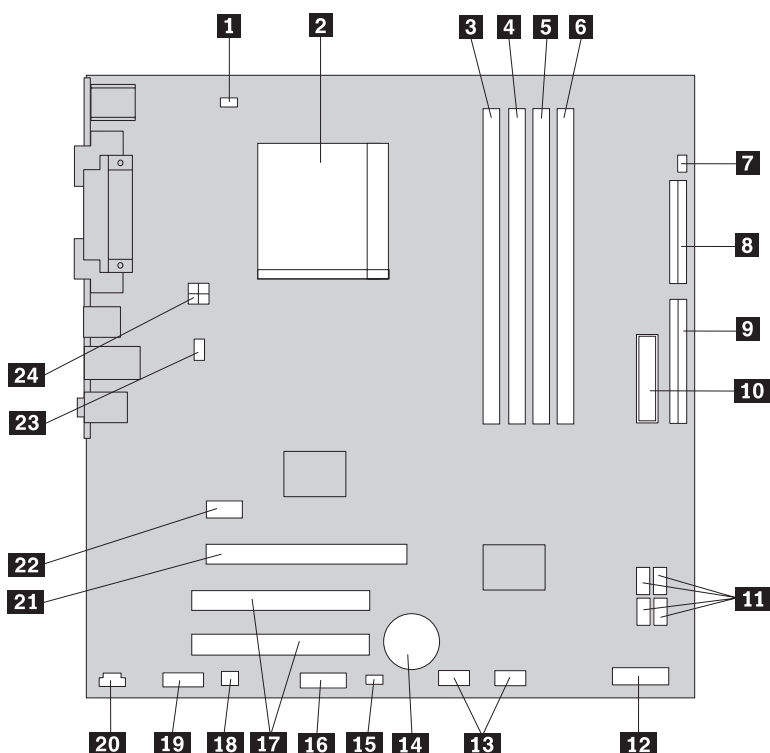

Рисунок 4. Размещение компонентов материнской платы
На рисунке рис. 4 показано размещение компонентов на материнской плате некоторых моделей компьютеров.
4. Найдите разъемы модулей памяти. Смотрите раздел рис. 4 на стр. 8.